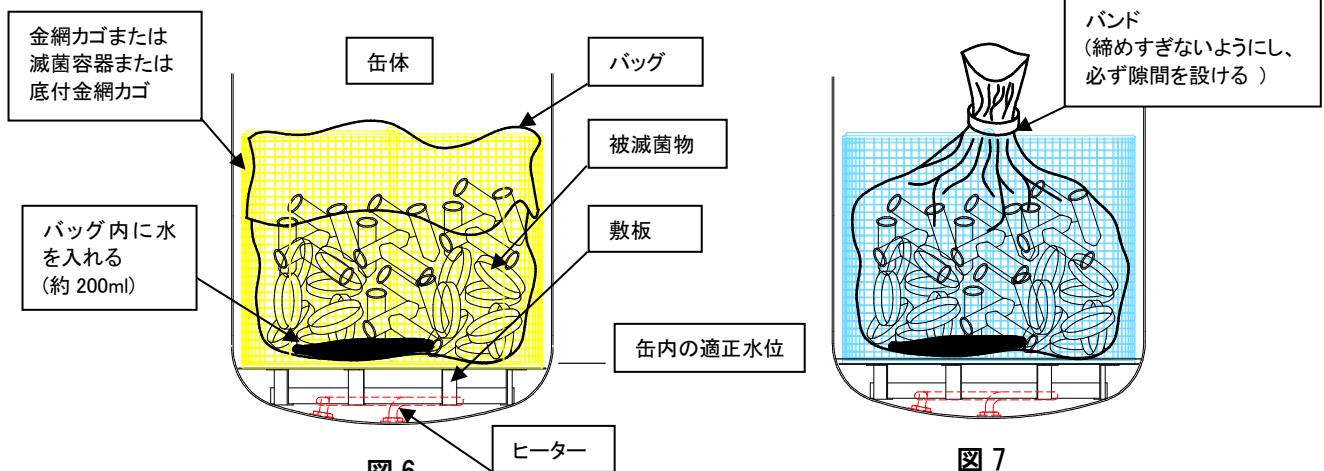

図6
折り返したバッグ容積の 60%程度の内容量にとどめてください。(図 6)
❶ バッグの口は必ず開いてください。(図 6, 図 7)
❷ 確実な滅菌の為にバッグに 200ml 程度の水を入れてください。(図 6)